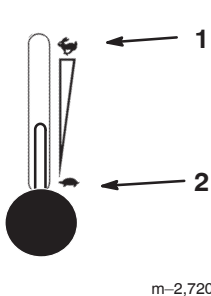

Figure 13
5. Placez la manette d'accélérateur en position de Régime maximum pour démarrer à froid (Fig. 13).
1. Désengagez la PDF (Fig. 13).
2. Placez la manette d'accélérateur à mi-course, entre les positions Ralenti et Régime maximum (Fig. 13).